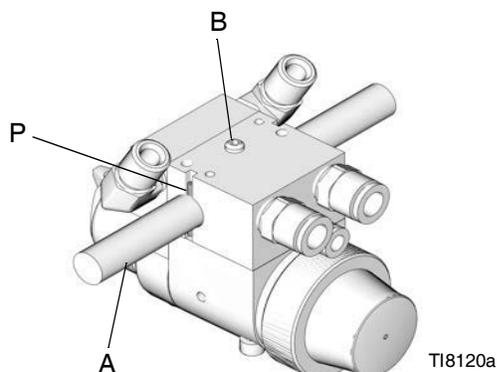

FIG. 3: Montage du bras de réciprocatteur
1. Introduisez la barre (A) dans le trou du collecteur comme indiqué à la FIG. 3.